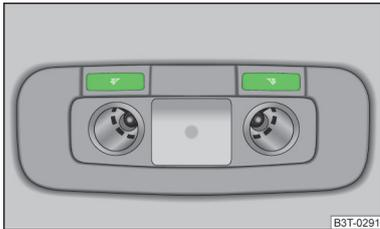

Abb. 37
- Die Taste  oder  » Abb. 37 drücken.